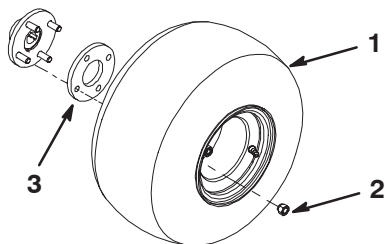

Bild 2
2. Montieren Sie ein Rad mit 4 Radmuttern an jeder Nabe (Bild 2). Ziehen Sie die Mutter mit 61 bis 75 Nm an.